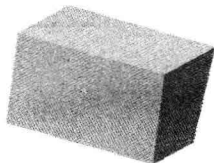
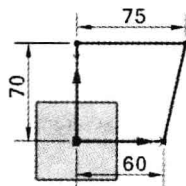

图 1.2 拉伸特征 1
图 1.3 截面草图
Step2. 创建图 1.2 所示的拉伸特征 1。
(1) 选择命令。选择下拉菜单 **插入(I)** → **设计特征(F)** → **拉伸(E)...** 命令 (或单击 **拉伸(E)** 按钮), 系统弹出“拉伸”对话框。
(2) 单击“拉伸”对话框中的“绘制截面”按钮 , 系统弹出“创建草图”对话框。
① 定义草图平面。选取 YZ 基准平面为草图平面, 选中 **设置** 区域的 ☒ **创建中间基准 CSYS** 复选框, 单击 **确定** 按钮。
② 进入草图环境, 绘制图 1.3 所示的截面草图。
③ 选择下拉菜单 **任务(T)** → **完成草图(F)** 命令 (或单击 **完成草图(F)** 按钮), 退出草图环境。